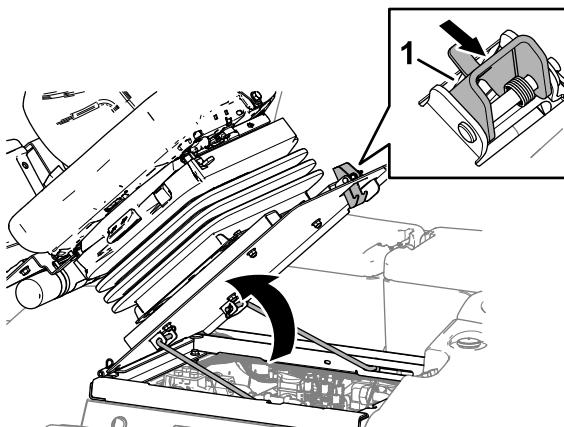

Figura 51
1. Mueva el enganche del asiento hacia fuera (Figura 51).